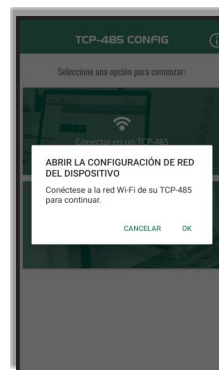
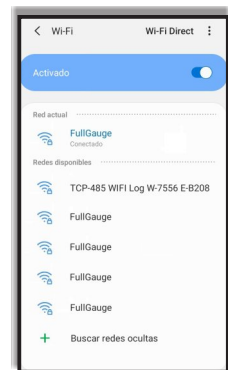
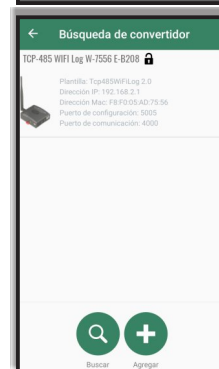
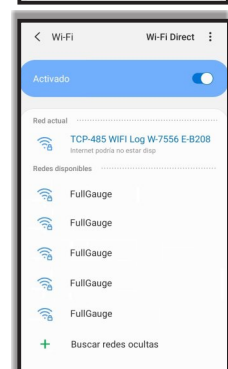

Figura 02
Figura 03
Figura 05
Figura 04
Utilizando un smartphone con la aplicación **TCP-485 Config**, escoja la opción **Conectar en una TCP-485**. Surgirá la pantalla de la Figura 02. Escoja la opción **OK**, y la interfaz de selección de red Wi-Fi del smartphone será abierta (Figura 03). Conéctese a la red creada por el convertidor (Figura 04) e ignore si el smartphone alerta que la red escogida no tiene acceso a internet. Presione el botón de regresar y el smartphone regresará a la aplicación **TCP-485 Config** y exhibirá la pantalla de **Busca de Convertidores** (Figura 05). Apenas el convertidor que está siendo configurado aparecerá en esa pantalla, ya que él propio es el punto de acceso. Seleccione el convertidor y prosiga para la selección del modo de operación (ítems 9.2, 9.3 y 9.4).
Paso 1: Después de seleccionar el convertidor a ser configurado en la pantalla **Búsqueda de Convertidores** (Figura 05), la pantalla de **Configuraciones Básicas** (Figura 06) será exhibida. Esa pantalla permite el cambio de los siguientes parámetros: